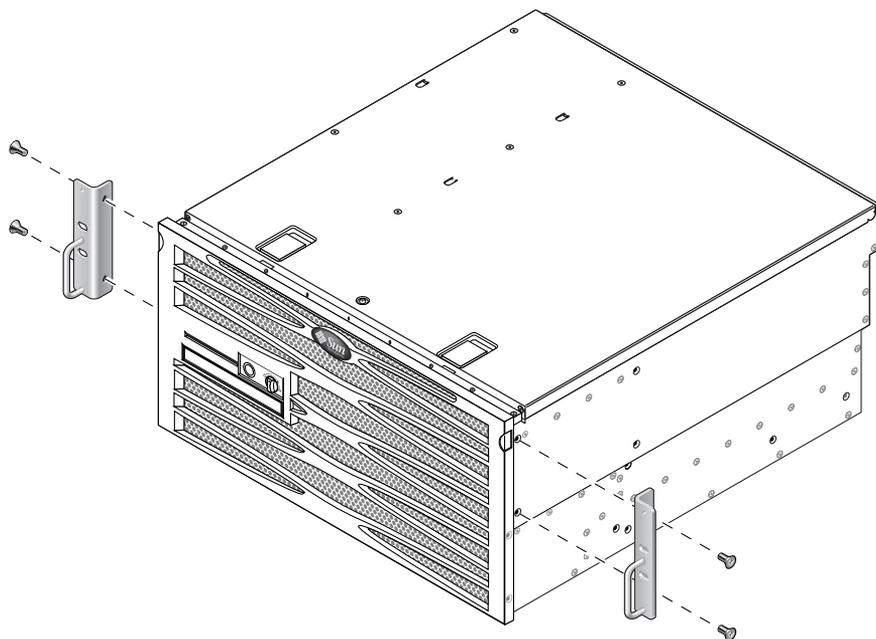

図 3-7 サーバーへのハードマウント固定部品の固定
2. 付属の M5×8 mm プラスの皿頭ねじを 4 本 (各固定部品に 2 本ずつ) 使用して、ハードマウント固定部品をサーバーの側面に固定します (図 3-7 を参照)。